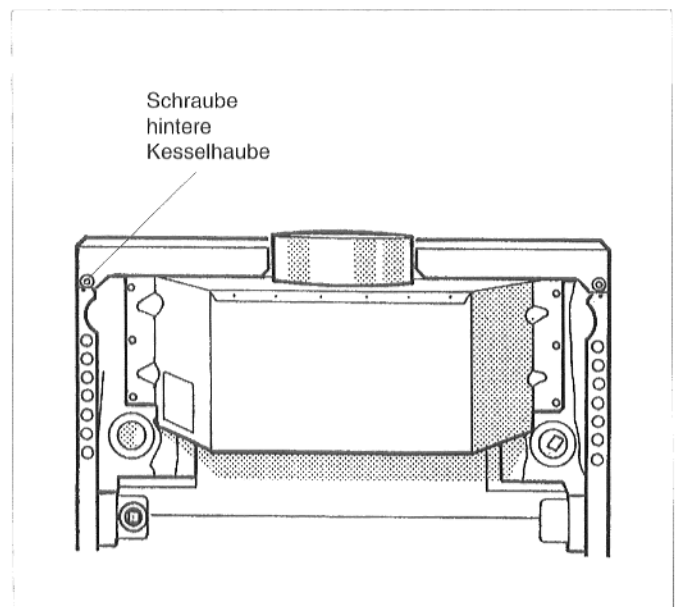

Abb. 5: Hintere Kesselhaube abnehmen
- Die beiden Befestigungsschrauben der hinteren Kesselhaube herausdrehen (Abb. 5). Hintere Kesselhaube abnehmen.